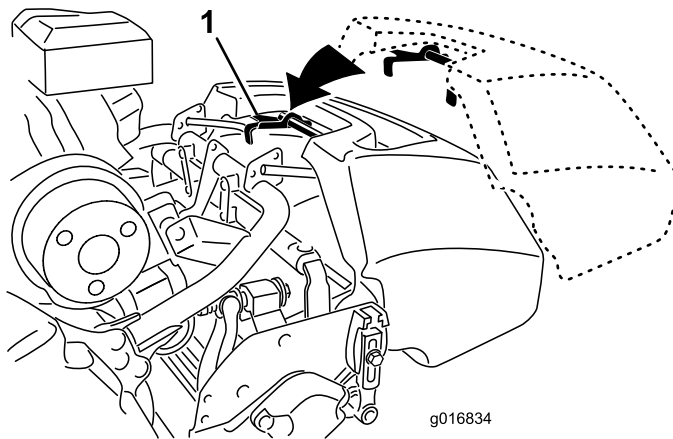

Рисунок 9
1. Возьмитесь за ручку корзины (Рисунок 9).
2. Продвиньте выступ корзины между боковыми пластинами режущего блока и над передним валиком (Рисунок 9).
3. Установите крючки корзины над петлей рамы (Рисунок 9).